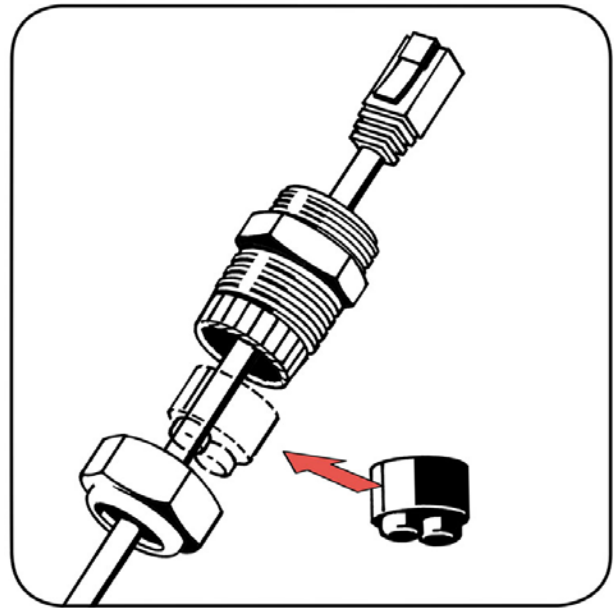

Ilustración 2.18 Guíe a través de los prensaestopas.
2. Guíe los cables por la base del inversor a través de los prensaestopas. Consulte *Ilustración 2.18*.